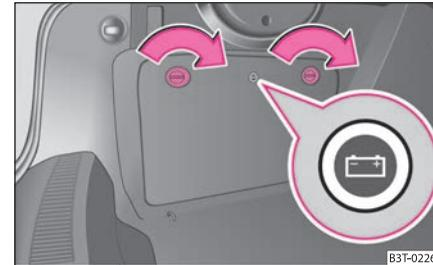

Abb. 192 Gepäckraum:
- Das Fach mit dem Symbol  öffnen Sie durch Drehen der Sicherungszapfen z. B. mit einer Münze oder mit einem flachen Schraubendreher in Pfeilrichtung ⇒ Abb. 192.